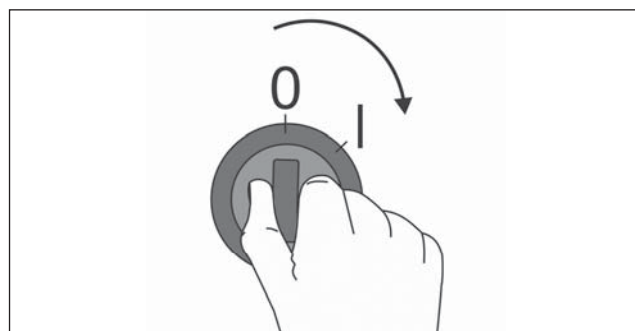

Рис. 10.1
Через 12 часов, убедитесь, что температура масла в картере компрессора превышает 10 °С и в масле отсутствует растворенный хладагент, установите переключатель подачи питания, в положение «0» (Рис. 10.1).
3. Установите переключатель подачи питания, в положение «I» (Рис. 10.1).